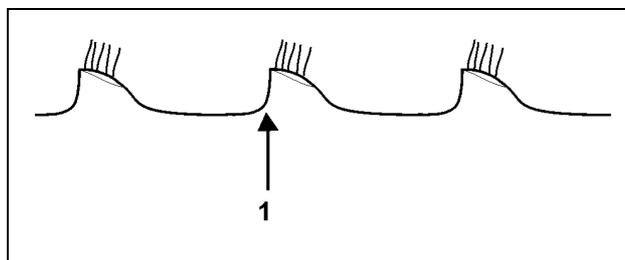

Рис. 34
- Кромка среза 2-го ряда дисков не просматривается, и следует за 1-ым рядом дисков (Рис. 34):